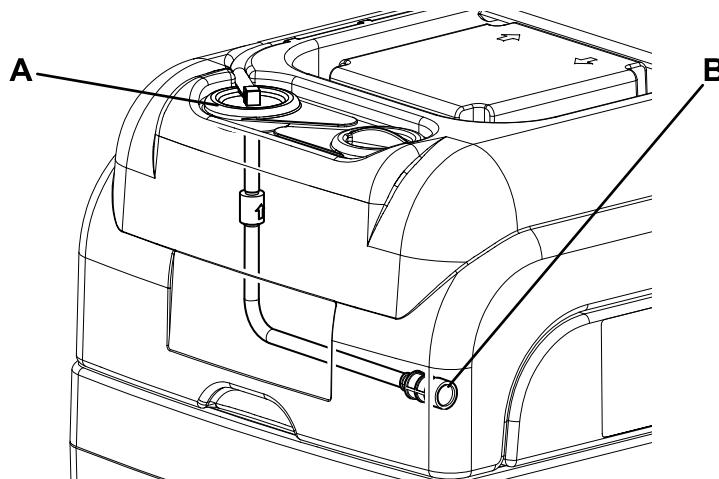

Figure 4
1. Vider le réservoir de solution détergente (14) comme on l'indique au chapitre Utilisation.
3. Vérifier que le câble d'alimentation (10) est branché au réseau électrique.
4. Retirer le bouchon du tube d'immersion (A, Fig. 4), retirer avec soin le tube du réservoir et nettoyer le filtre (B) à l'eau. Le cas échéant, retirer le filtre et le remplacer par un nouveau.